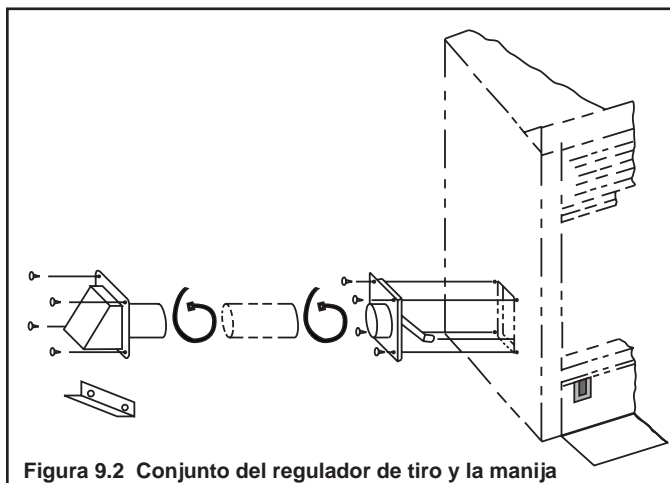

Figura 9.2 Conjunto del regulador de tiro y la manija
- Instale el regulador de tiro en la chimenea usando los tornillos que fueron suministrados (Consulte la Figura 9.2).